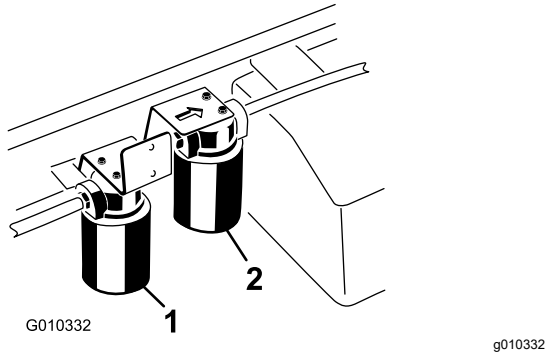

Bild 74
3. Stellen Sie eine Auffangwanne unter den Filter und entfernen den Filter (Bild 74).
1. Reinigen Sie den Anbaubereich des Hochflusfilters (Bild 74).